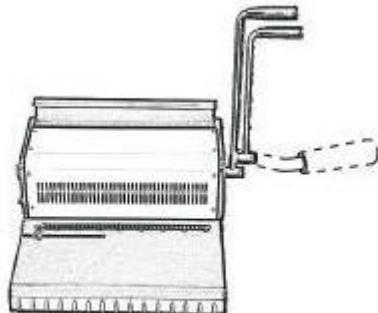

Рис.2
- I.** Плавно опустите рычаг до предела. (смотрите рис.2)